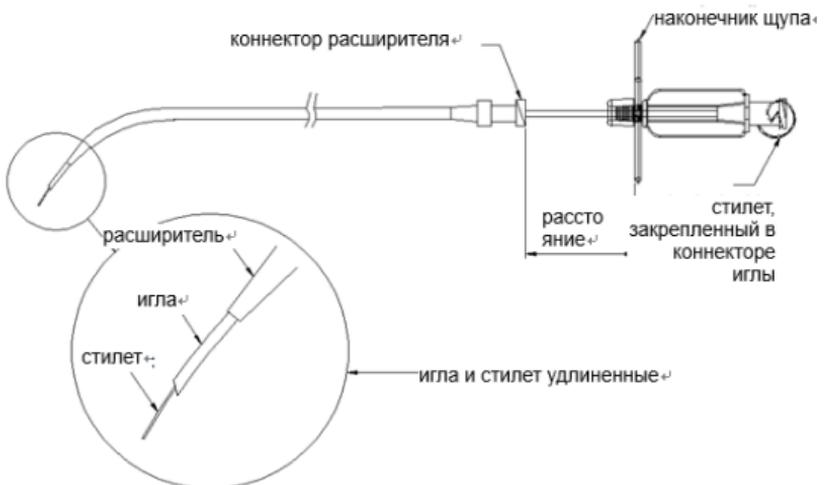

Рис. 1.
- Вставьте иглу в сборе в трубку/расширитель. Ввиду наличия функции остановки расширителя между коннектором расширителя и наконечником щупа иглы образуется расстояние. (См. Рис. 1. Увеличение составляет 2,9).